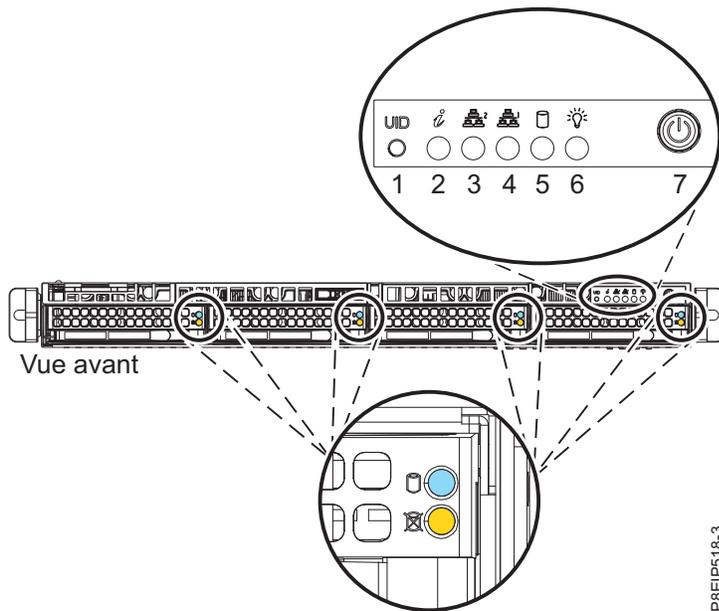
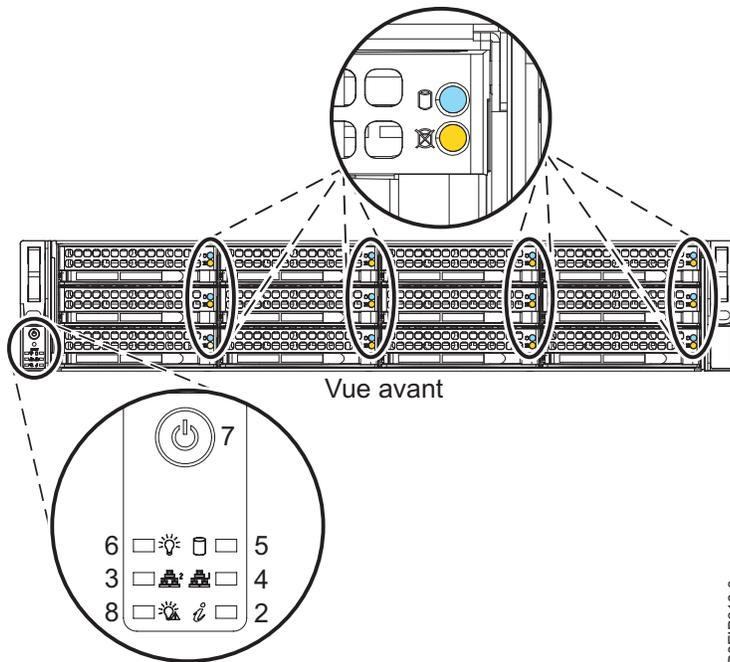

Figure 68. Interrupteur d'alimentation du système 8001-12C
Figure 69. Interrupteur d'alimentation du système 8001-22C
2. Appuyez sur le bouton d'alimentation (7) illustré dans la figure 68 ou dans la figure 69, à la page 102. Il sera éventuellement nécessaire d'appuyer sur l'interrupteur pendant une durée comprise entre 0,5 et 3 secondes.